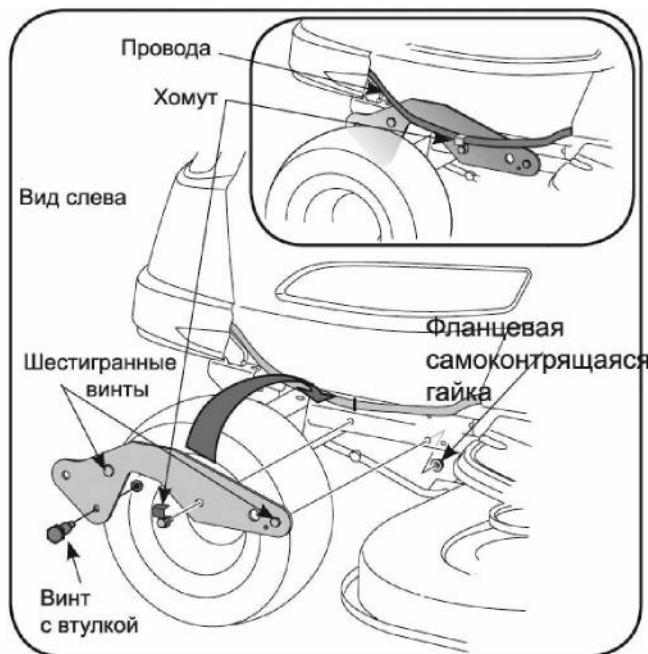

Рис. 17.
1. Установите болт с буртиком (738-0143) и фланцевую самоконтрящуюся гайку (712-04065) в верхнее переднее отверстие каждого из двух кронштейнов, предназначенных для монтажа снегоуборщика, как показано на Рис. 17.
2. Прикрепите кронштейны для установки снегоуборщика (683-04214 и 683-04215) к трактору, используя имеющиеся детали (шестигранные винты 710-0514 и самоконтрящиеся гайки 712-040650). см. Рис.17.